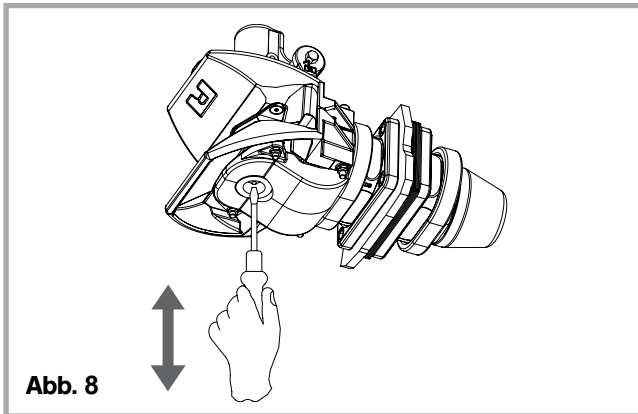

Abb. 8
- Das Höhenspiel am Kupplungsbolzen (s. Abb. 8) darf **max. 1,8 mm** betragen.